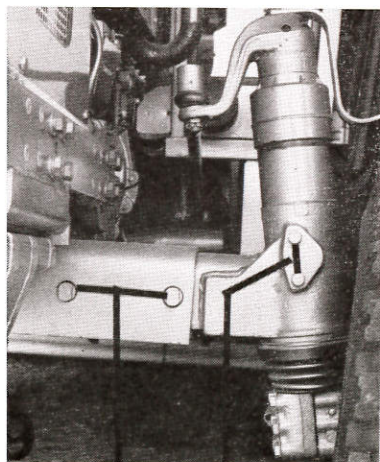

Bild 18
Vid låsning av spindlarna borttages bultarna (1) 2 st. fram, 2 st. bak, sätt domkraften under axeln och hissa tills låsbultarna går att trycka på plats. Samma förfarande när spindlarna skall frigöras. Se bild 18.